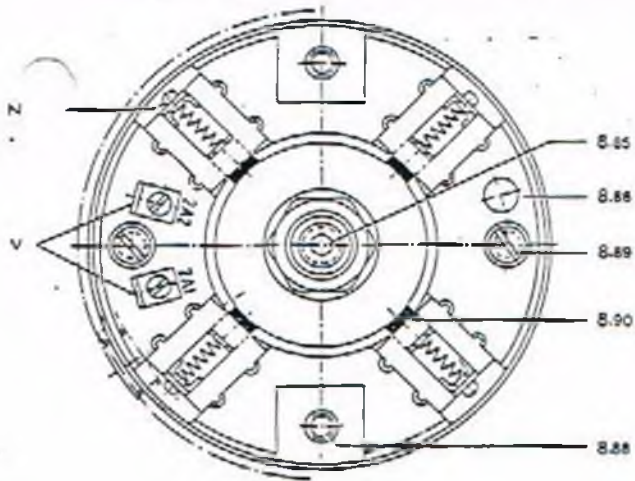

Fig. 3
GT 9.06/420 K (fig. 3): La conexión eléctrica se efectúa a través de uniones por enclute (V) en los puntos 2A1 (positivo) y 2A2 (negativo). Conducir el cable dentro de la caperuza a través de la atomizador (Pg7). Cuidar de que los cables no queden sujetos bajo la caperuza para que no rocen con el colector.